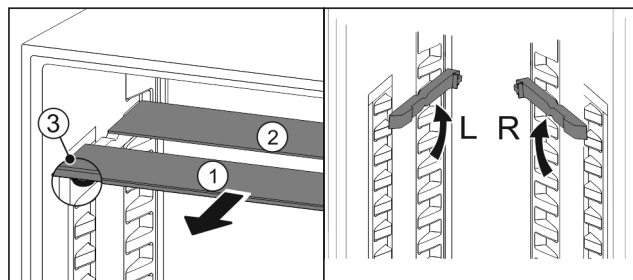

Fig. 177
- Glasplaten afzonderlijk vanaf de voorkant eruit trekken Fig. 177 (1).
- Glasplaat Fig. 177 (1) met sierlijst ligt voor.
- Stops Fig. 177 (3) zijn naar onder gericht.